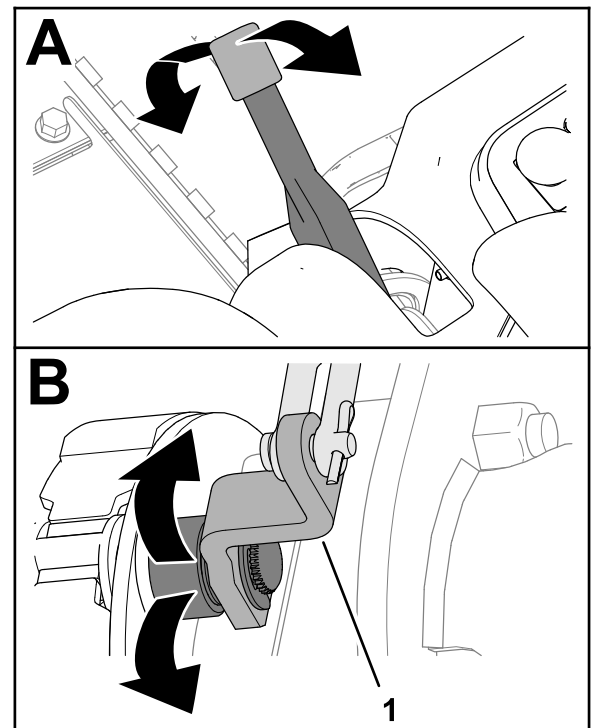

図 69
2. 駐車ブレーキのレバーを何度か操作して、ブレーキカムのレバーが自由に動くことを確認する 図 69。